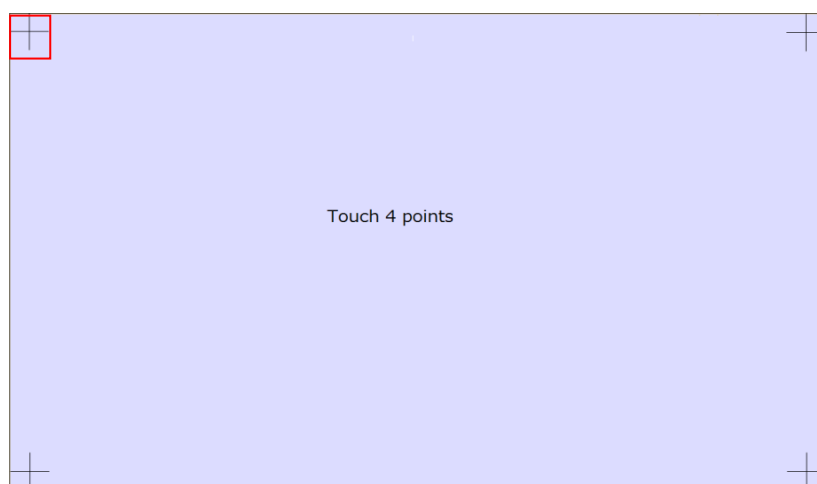

図 1-32 タッチスクリーンキャリブレーション画面
- 手順 3: 図 1-32 が表示されますのでコーナーに有る赤枠の四角で囲まれた”+”しるしを全てタッチします。押す場所を間違えますとキャリブレーションが失敗し、画面が反応しなくなります。その場合は電源を再投入して、手順 1 に戻りやり直してください。